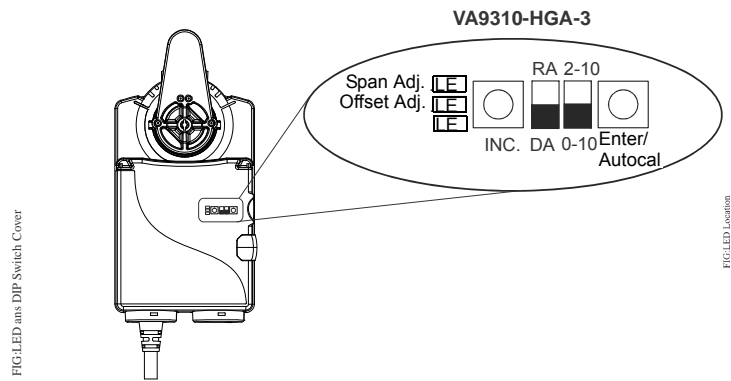

图 14: DIP 开关和 LED 设置
重要： 在浮动模式下使用 VA9310-HGA-3 执行器时，验证 DIP 开关是否处于 2 至 10 VDC 选项位置。此设置确保与控制器的触发输出兼容，防止漏电。有关 DIP 开关设置，请参见图 14。
要完成自动校准过程，按 **Enter/Autocal** 直到三盏 LED 全亮。有关查看 DIP 开关和 LED，请参见图 14。
1. 先设置 DIP 开关 1 和 2 再继续操作。有关 DIP 开关设置，请参见图 14。